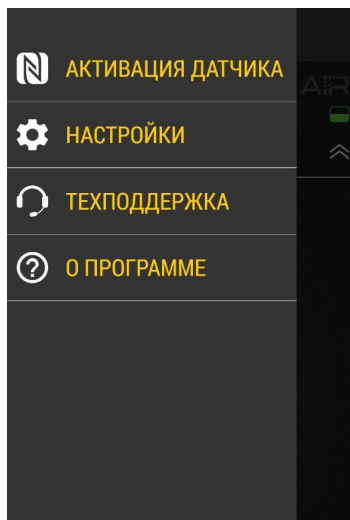
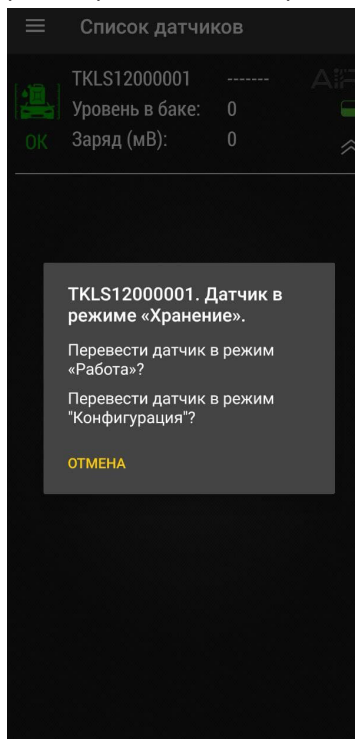

Рис.7. Активация датчика.
Рис.10. Выбор режима.
- Далее выберите «Активация датчика» (**Рис.7**).
- Для изменения параметров работы датчика, находящегося в режиме «Работа» переведите датчик в режим «Конфигурация» через меню «Активация датчика» (Рис.7). Далее поднесите NFC сканер мобильного устройства к датчику и в приложении выберите режим «Конфигурация» (Рис.10). На рабочем экране приложения появятся показания датчика (Рис.11). Если подключение датчика к мобильному устройству выполняется впервые или пароль датчика не совпадает с сохраненным в мобильном устройстве, то перед изменением режима работы датчика, приложение попросит ввести его пароль.